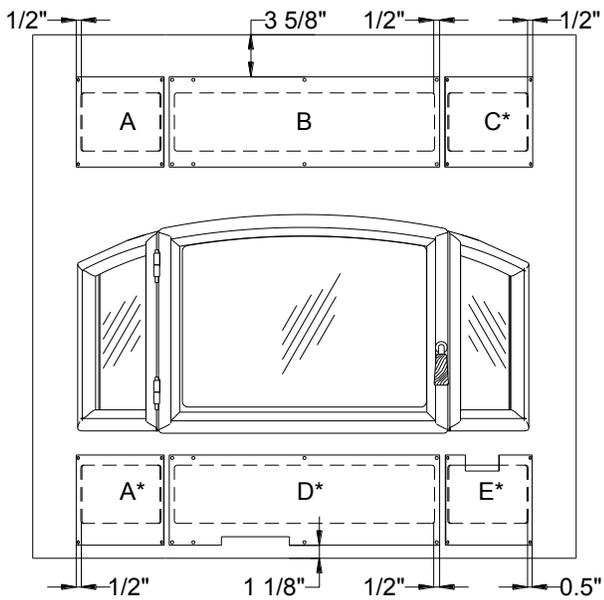
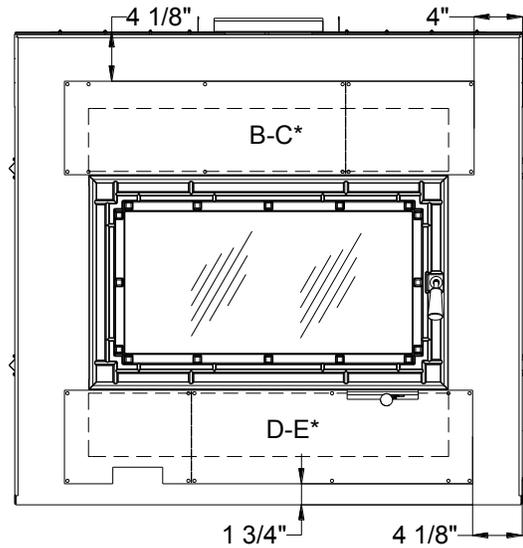
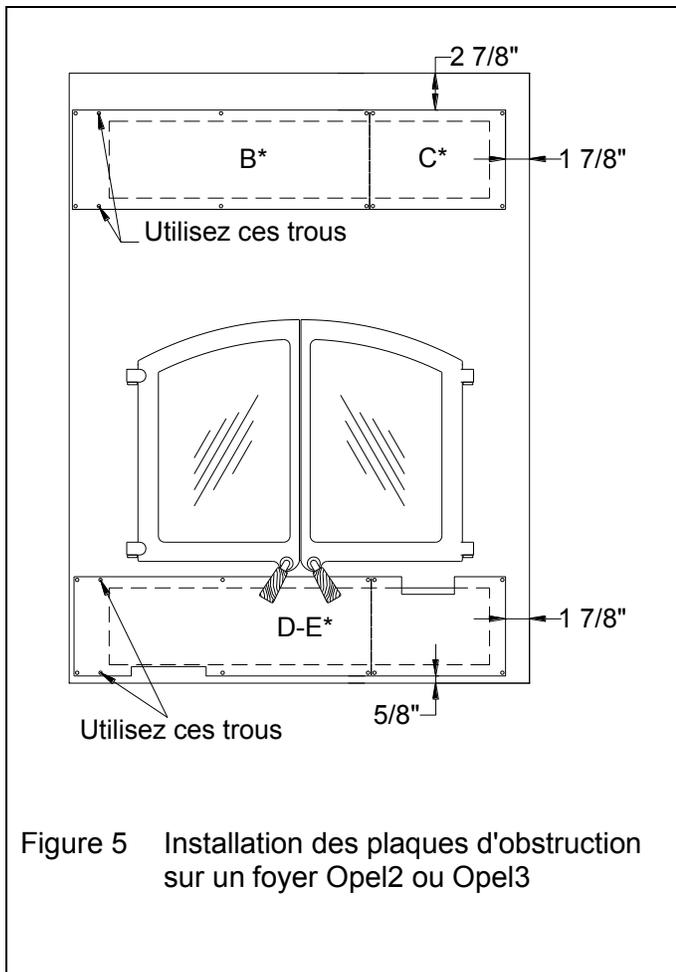

Figure 3 Installation des plaques d'obstruction sur un foyer Delta2
Figure 4 Installation des plaques d'obstruction sur un foyer Focus 320 ou Onyx2
Figure 5 Installation des plaques d'obstruction sur un foyer Opel2 ou Opel3
- **Pour l'installation sur un Delta2 :** toutes les plaques sont requises (voir Figure 3). Vous devez séparer les deux plaques doubles (B-C et D-E). Pliez simplement les plaques dans une direction puis dans l'autre quelques fois et elles se sépareront. Si vous prévoyez installer la trousse de retenue de façade (FO-KD2), n'installez pas les plaques A, C, D et E étant donné que la trousse de retenue de façade contient des plaques intégrées au grillage pour ces ouvertures.
- **Pour l'installation sur un Focus 320 et Onyx2 :** seulement les deux plaques doubles sont requises (voir Figure 4). Ne séparez pas les plaques doubles. Assurez-vous d'installer la plaque double D-E tel qu'il est montré à la Figure 4, avec la découpe la moins profonde pour la poignée du contrôle d'air. Si vous prévoyez installer la trousse de retenue de façade (FO-KN), n'installez aucune de ces plaques car la trousse de retenue de façade contient ses propres plaques intégrées pour le recouvrement des ouvertures de persiennes.
- **Pour l'installation sur un Opel2 et Opel3** : seulement les deux plaques doubles sont requises (voir Figure 5). Vous devez séparer la plaque double sans découpe (B-C) en deux parties. Pliez simplement la plaque dans une direction puis dans l'autre quelques fois et elle se séparera. Assurez-vous d'installer la petite plaque (C) sur la droite de l'ouverture tel qu'il est montré à la Figure 5 car celle-ci permet un accès au contrôle d'air derrière l'ouverture de la persienne. Ne séparez pas l'autre plaque double (D-E). Assurez-vous d'installer la plaque double D-E tel qu'il est montré à la Figure 5, avec la découpe la plus profonde pour la poignée du contrôle d'air. Si vous prévoyez installer la trousse de retenue de façade (FO-KP3), n'installez aucune de ces plaques car la trousse de retenue de façade contient ses propres plaques intégrées pour le recouvrement des ouvertures de persiennes.
10. En utilisant les vis auto-taraudeuses fournies, installez les plaques requises selon la Figure 3 pour un Delta2, selon la Figure 4 pour un Focus 320 et Onyx2 et selon la Figure 5 pour un foyer Opel2 ou Opel3.